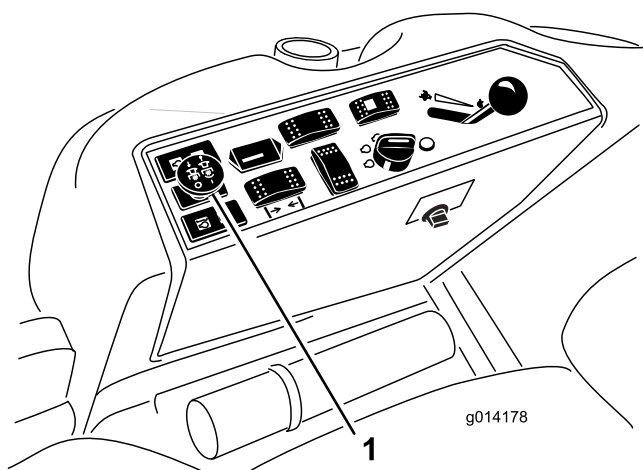

Figura 12
3. Tire del mando de la toma de fuerza para engranarla (Figura 12).